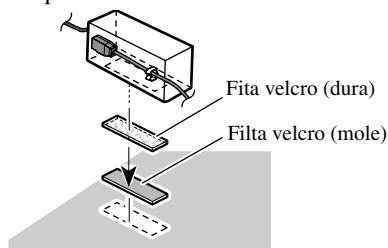

Fig. 9
- Ao instalar a caixa de conexão do cabo ótico com a fita velcro. (Fig. 9)
- Ao instalar a caixa de conexão do cabo ótico com o laço de fixação. (Fig. 9)